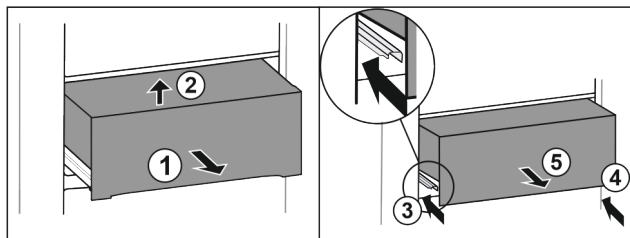

Fig. 22
- ▶ 将抽屉拉出一半 Fig. 22 (1)。
- ▶ 抬起前部 Fig. 22 (2)。
- ▶ 推入左侧轨道 Fig. 22 (3)。
- ▶ 推入右侧轨道 Fig. 22 (4)。
- ▶ 朝前取出抽屉 Fig. 22 (5)。